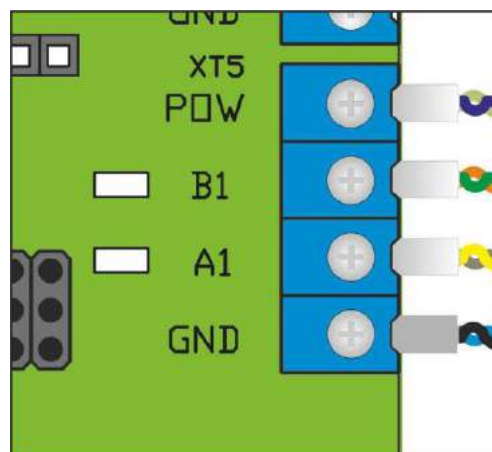

Рис.16 – Подключение кабеля связи с пультом управления к клеммам PCB206.21.00.00
- б) Подключить к клеммам кабель связи с пультом управления (Рис.16):